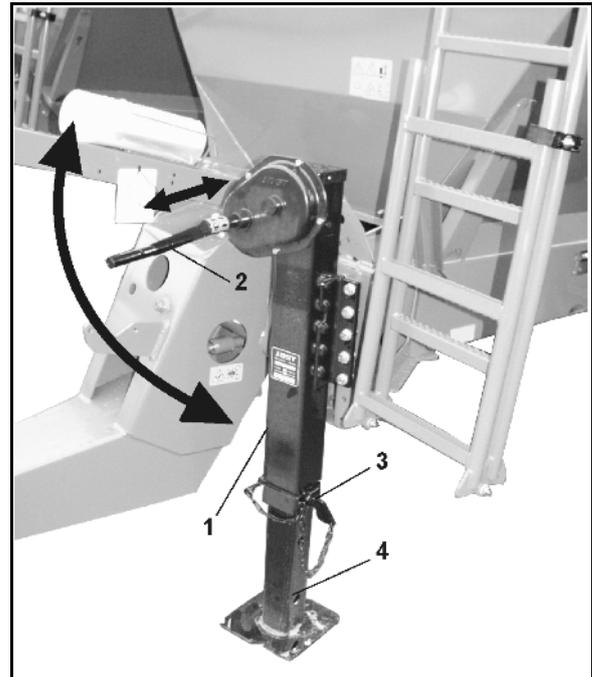

Fig. 40
1. Stützfuß (Fig. 40/1) über Handkurbel (Fig. 40/2) bis zum Anschlag hoch kurbeln.
2. Bolzen (Fig. 40/3) aus Stützfuß ziehen.
4. Bolzen in unterer Bohrung (Fig. 40/4) abstecken und sichern.
1. Stützfuß-Innenteil festhalten und Bolzen (Fig. 40/3) aus Stützfuß ziehen.
4. Stützfuß (Fig. 40/1) über Handkurbel (Fig. 40/2) bis zum Anschlag herunter kurbeln bis das Zugmaul entlastet ist.